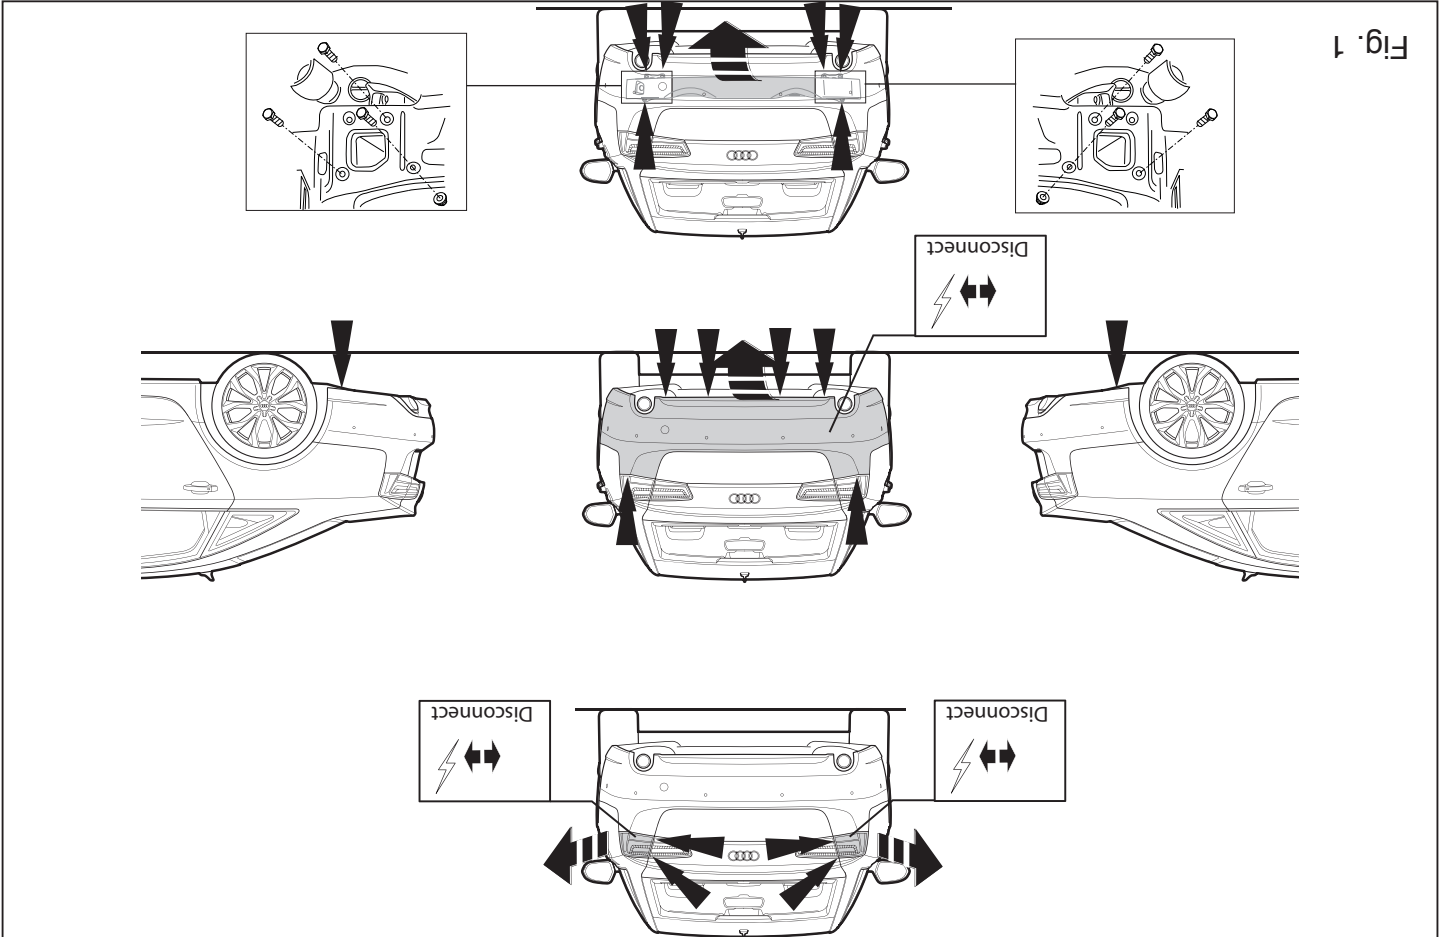

Fig. 1
1. Die Rücklichter abmontieren. Die Stoßstange einschließlich des stählernen Stoßbalkens vom Fahrzeug abmontieren. Der Stoßbalken wird nicht mehr benötigt. Schrauben wieder anbringen. Siehe Abbildung 1.
lons de fixations en place. Voir la figure 1.
1. Demonter baglysenhederne. Demonter kofangeren, inklusive køretøjets stålstødbjælke. Denne bliver overflødig. Se fig. 1.
1. Снять оба блока задних фар. Снять бампер вместе со стальным брызговиком автомобиля; брызговики фар больше не понадобятся. См. рисунок 1.